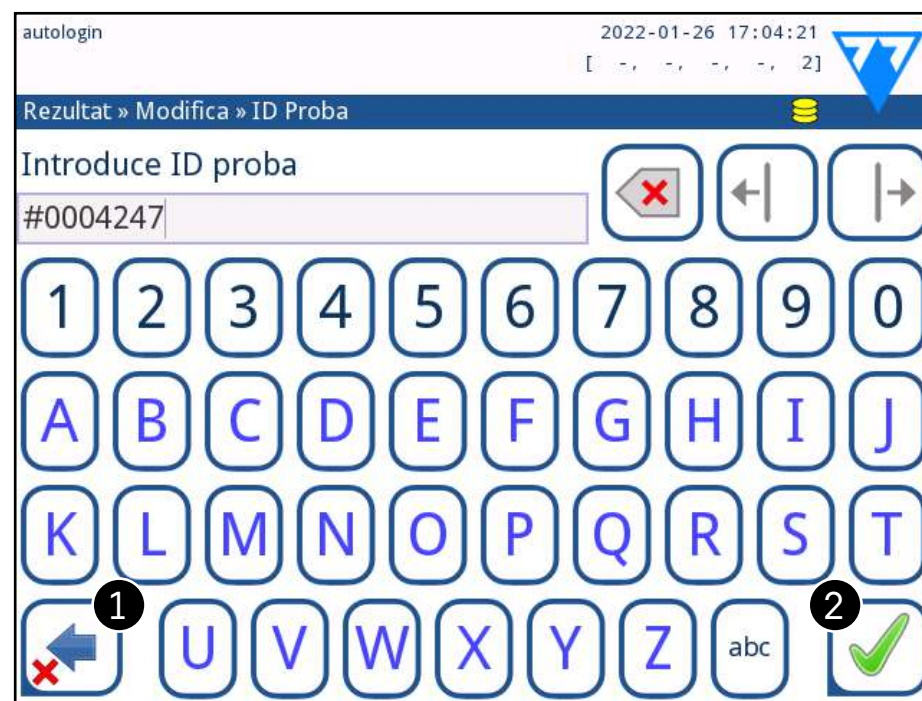

Figura 23: Introducere ID probă
Odată ce ID-ul implicit al probei este modificat, utilizatorul poate să anuleze modificarea atingând Renunțare și Înapoi (1 în Figura 23) fie să stocheze ID-ul modificat al probei împreună cu înregistrarea atingând **Aplicare și Înainte** ((2) în Figura 23).